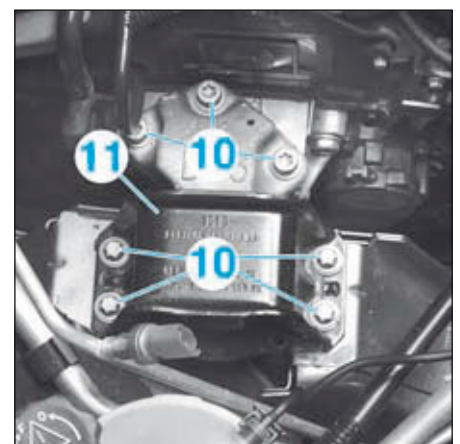

FIG.5
- Déposer les vis (10) et la partie supérieure (11) du support moteur droit (Fig.5).
- Reposer la partie supérieure (11) du support moteur droit (Fig.5).